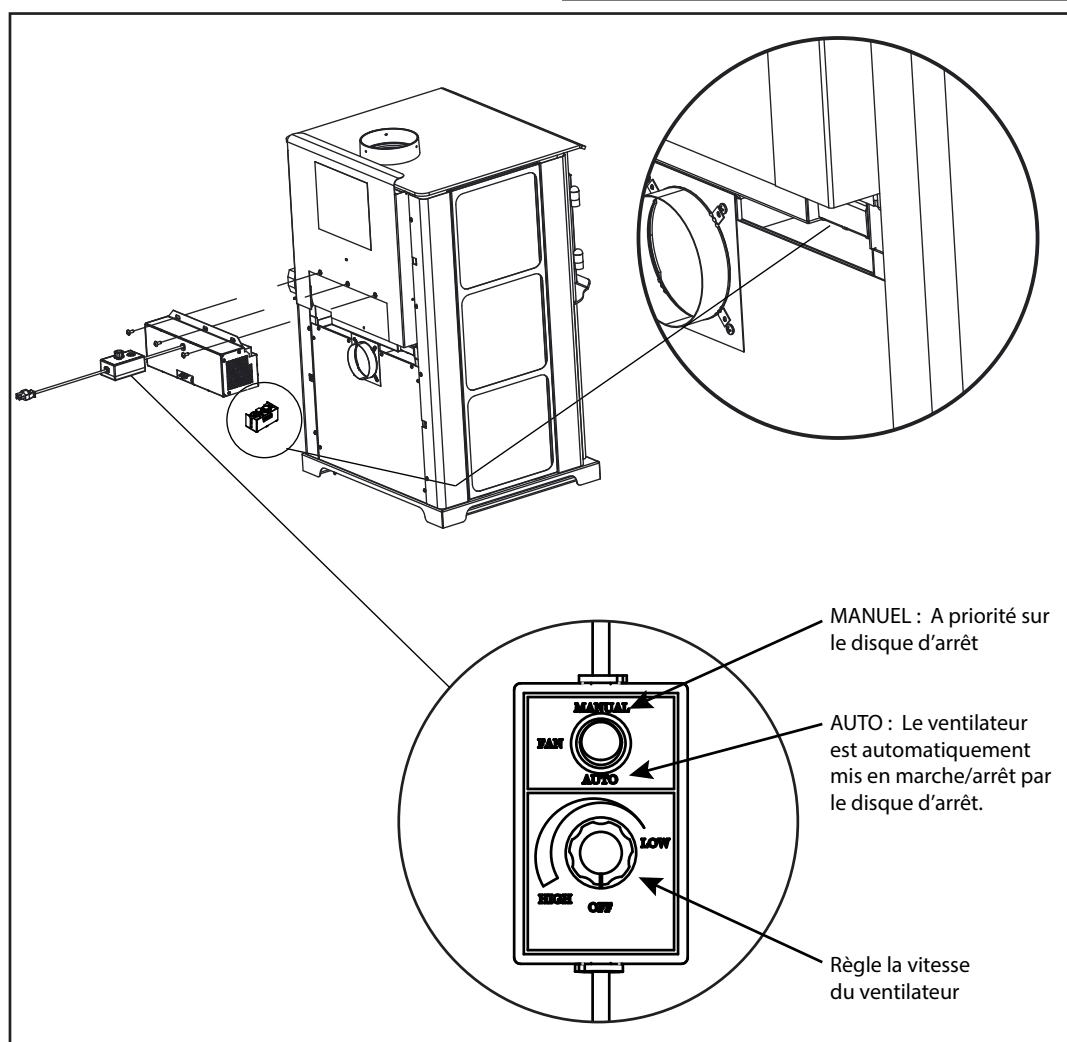

Figure 17.2
2. Alignez les trous de la bride de montage du ventilateur avec les trous sur l'appareil. Le ventilateur doit être placé sur le côté inférieur arrière du revêtement extérieur, comme illustré à la **figure 17.2**.